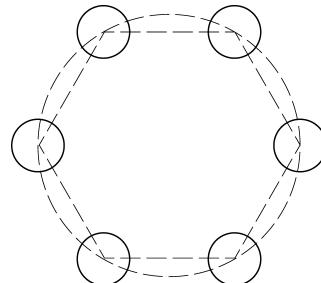

图 5-29 复制对象
指定第二个点或 [阵列 (A) →退出 (E) →放弃 (U)] <退出> : (按<Enter>键, 如图 5-29 所示)